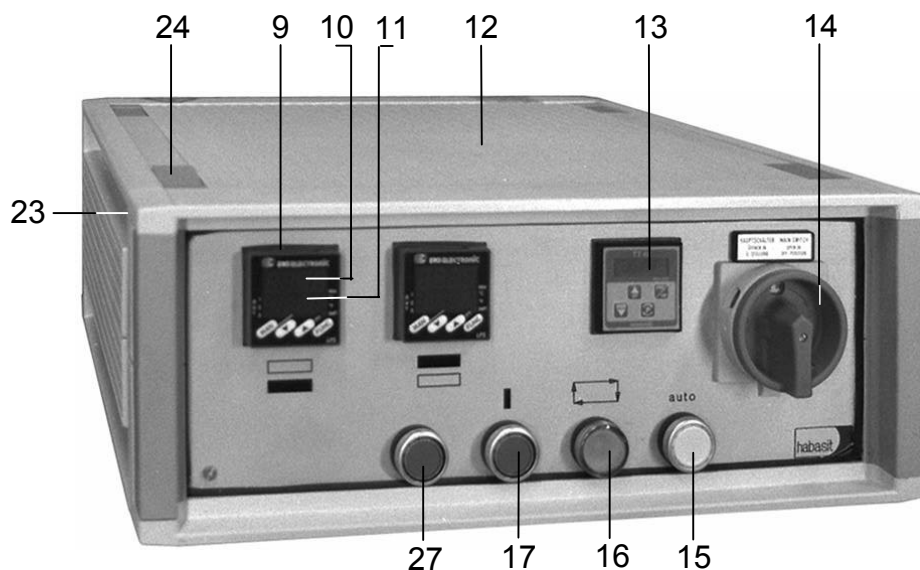

Abb. 4: Vorderansicht des Regelgeräts PMR-04
- ☐ Если показанная температура (зеленый) (11) нагревательной платы (7) отклоняется более, чем на 2° С от установленного номинального значения (10), причину данной неисправности следует искать скорее в регуляторе (9), чем в нагревательной плате (7).
- ☐ Это можно легко установить, поменяв местами оба штекерных соединения на оборотной стороне регулировочного аппарата (12) и проверив, показывает ли регулятор (9) то же отклоняющееся значение.
- ☐ Если это так, тогда причина однозначно лежит в неисправности соответствующего регулятора (9).
- ☐ Если погрешность повторяется даже при замене регулятора (9), значит неисправность в соответствующей нагревательной плате (7) или ее питающем проводе.
- ☐ В каждом случае нужно измерять температуру нагревательных плат при отклоняющемся фактическом значении (11) (см. 5.2)
- ☐ При неисправностях того или иного рода следует известить производителя. Нагревательные платы (7) с дефектом и регулятор (9) можно отремонтировать или заменить у производителя.
Если из строя выходит электронная регулировка, сначала следует проверить автоматические выключатели. Доступные автоматические выключатели (22), находящиеся снаружи на корпусе, контролируют силовой ток. Дополнительные автоматические выключатели для контроля за током управления расположены внутри регулировочного аппарата. Чтобы открыть корпус см. 3.2 и рис. 4.
- ☐ Для удаления крышки следите за указаниями на рис. 4: нажать утопленные кнопки разблокировки (23), чтобы открыть шляпку болта (24).